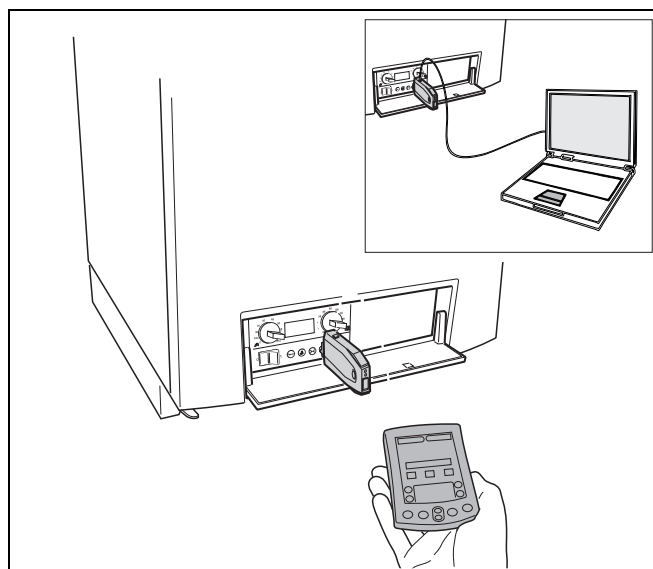
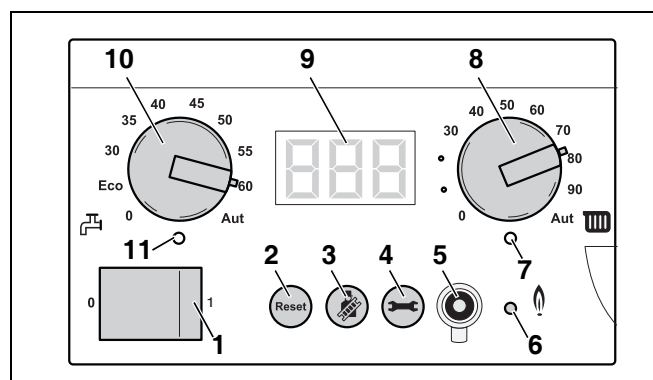

Fig. 56 Service-tool sluttet til varmekedlen
Fig. 57 Basiscontroller BC10
For hurtigt, målrettet og nemt at udføre registrering, analyse og afhjælpning af fejl er det muligt at slutte Service-tool (fig. 56) til kedlen via en Service-connector (fig. 57, pos. 5).
- Åbn betjeningsfeltet ved at trykke, og tag afdækningen på BC10 af (se fig. 29, side 26 og fig. 57, pos. 5).
LED "Brænder" (On/Off) (fig. 57, pos. 6) lyser, når kedlen er i drift, og slukkes, når brænderen går ud.
LED "Varmeaktivering" (fig. 57, pos. 7) lyser, når der er aktiveret varme fra reguleringen, og slukkes, når der ikke længere er behov for varme.
Med drejeknappen til den maksimale kedeltemperatur (fig. 57, pos. 8) kan den øverste grænse for kedeltemperaturen indstilles. Enheden er °C.
På displayet (fig. 57, pos. 9) kan displayværdier, displayindstillinger og displaykoder til varmeanlægget aflæses.
Med drejeknappen (fig. 57, pos. 10) fastsættes den ønskede temperatur for det varme vand i varmtvandsbeholderen. Enheden er °C. Se tab. 17, side 59.